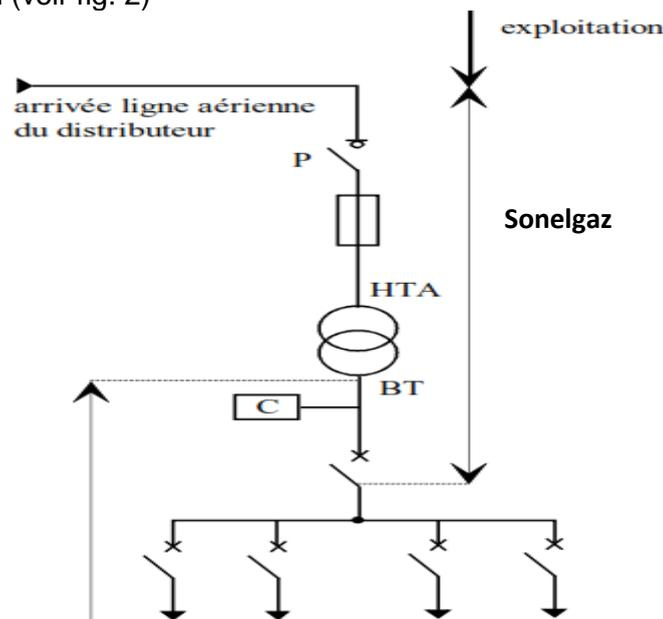

Figure 2 : alimentation en simple dérivation d'un poste de livraison HTA à comptage BT
- simple dérivation (voir fig. 2)